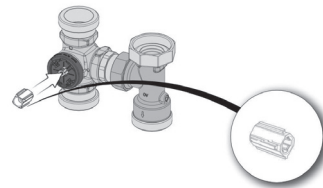

Abb. 18
4. Den, dem Stellmotor beiliegenden, Adapter (3) (Abb. 18) auf das Mischerküken setzen.
5. Achten Sie darauf, dass der lange Steg des Adapters nach unten zeigt (Abb. 18).